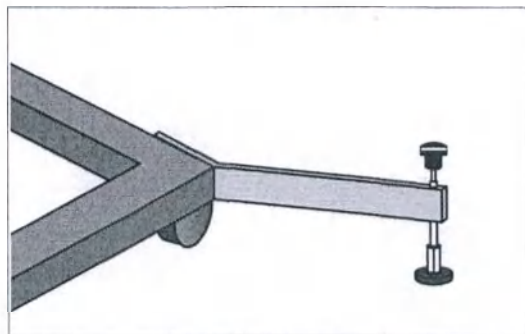

Рис. 3-1 Установка выносного упора
- Закрепите выносной упор на раме с помощью винтов, также входящих в комплект поставки (рис. 3-1).